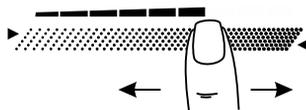

Рис.5
2. Выбор режима нагрева производится перемещением пальца по поверхности ④ - «скользящая кнопка» (рис. 5). Когда режим нагрева меняется, в окне выбранной конфорки отображается значение от «0» до «9».
1. Работавшую конфорку касанием зоны ② перевести в режим управления.
2. Перемещая палец по поверхности ④ измените режим нагрева конфорки (рис. 5).